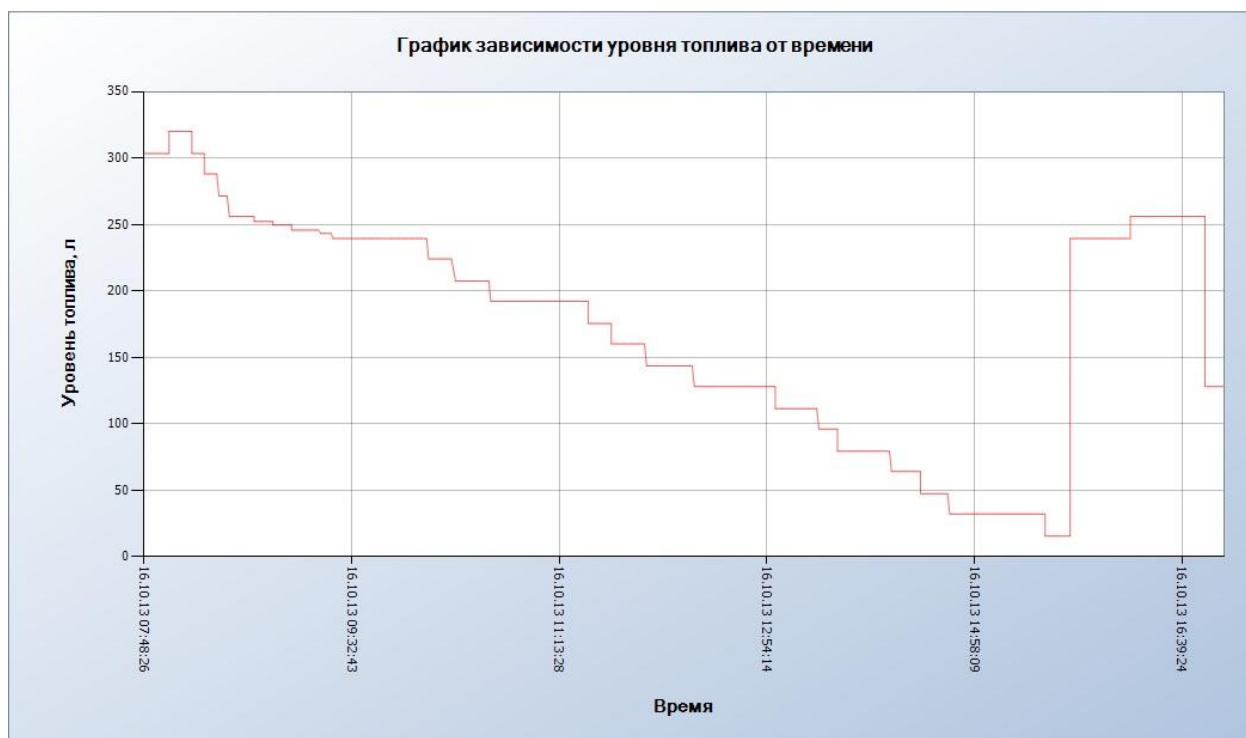

Рисунок 6
4.1.1. График уровня топлива отображаемый во внешнем модуле отчётов (Рис. 6):